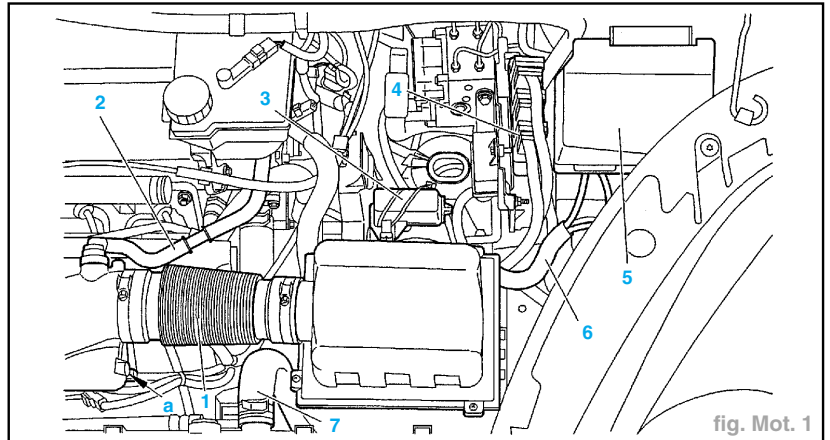
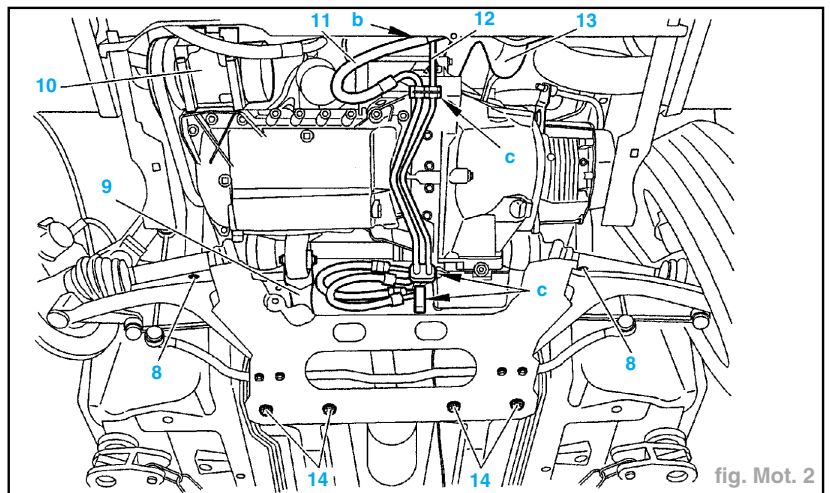

fig. Mot. 1
fig. Mot. 2
- Desserrer le collier du conduit d'air (1) par l'orifice "a" (fig. Mot. 1).
- le conduit (1) avec l'ensemble filtre à air,
- le couvercle du borner (3),
- le couvercle de la boîte à fusibles (5),
- le couvercle du boîtier de calculateur (4).
- la durit supérieure (7) du radiateur de refroidissement,
- le tube de recyclage d'air (2),
- déconnecter le compresseur de climatisation (10) (fig. Mot. 2),
- l'écrou (18) (couple de serrage : 6,5 daN.m),
- la bride (15),
- les 3 vis (17) (couple de serrage : 4,5 daN.m).
- Descendre la table élévatrice (1).
- Enlever la table élévatrice (1).
- Reposer (fig. Mot. 2) :
- les vis (8) et (14) (couple de serrage : 8,5 daN.m),
- connecter le compresseur de climatisation (10),
- Accoupler la durit (11) (en "b").
- Clipper les durits (11) et (12) (en "c").
- Reposer (fig. Mot. 1) :
- le calculateur (4).